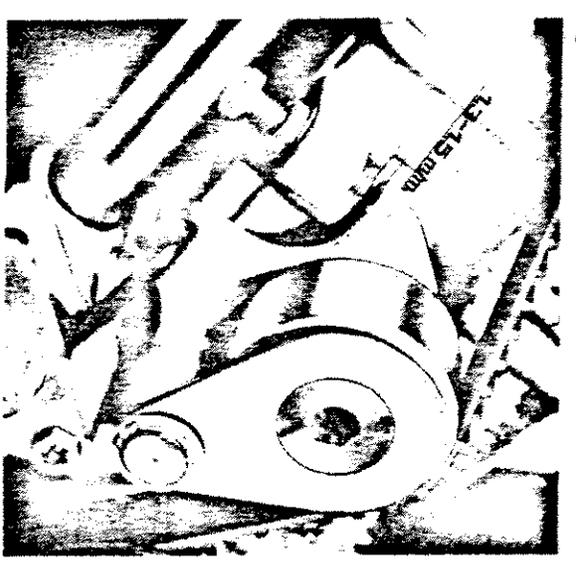
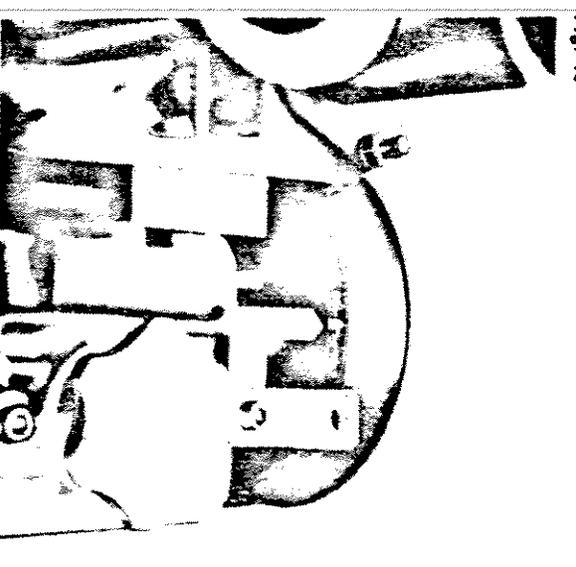

Fig. 18
Fig. 19
tore tramite una cinghia dentata. La tensione della cinghia dentata è assicurata dall'automatismo di un galoppino oscillante (fig. 18). Occorre però ispezionare periodicamente che, a motore freddo, la distanza fra la vite di registro ed il riscontro della piastra porta-galoppino sia sempre di 1.3 - 1.5 mm
La distribution est commandée par le vilebrequin avec une courroie dentée. La tension de la courroie dentée est assurée par l'automatisme d'un poulie oscillant (fig. 18). Mais il faut contrôler périodiquement, à moteur froid, la distance entre la vis de registration et la plaque du poulie. Cette distance doit être de 1.3-1.5 mm.
shaft by means of a cog belt. The stretch of the cog belt is ensured by an automatic oscillating guide pulley. (Fig. 18). (Fig. 19). It is important that one periodically checks that, with a cold engine, the distance between the adjusting screw and the guide-pulley bearing plate always be of 1.3 - 1.5 mm.
- b) gli indici di riferimento sui coperchi degli assi a camme sono allineati con i segni incisi sulle rispettive pulegge (fig. 19).
- b) Les indexes de référence sur les couvercles des axes à cammes sont alignés avec les signes engravés sur les respectives poulies (fig. 19).
- b) The reference marks on the lids of the camshafts are lined up with the signs engraved on the respective pulleys (Fig. 19).